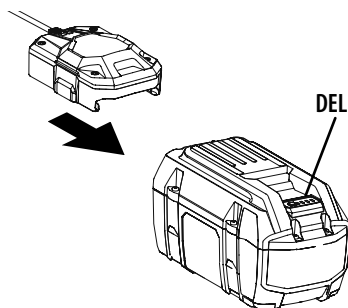

Figure 1
2. Connectez le chargeur et le bloc-batterie et assurez-vous que le chargeur est bien enclenché. (Figure 1) Le voyant du chargeur clignote de façon continue pour indiquer que la batterie se charge.